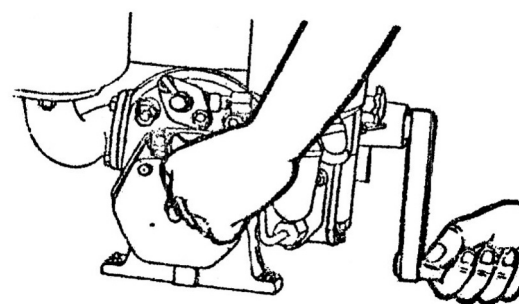

рис. 3
2. Переведите рычаг декомпрессии левой рукой и додержите его, чтобы ввести в действие декомпрессионное устройство. Запустите двигатель, поворачивая правой рукой рукоятку запуска двигателя. Если двигатель начинает «кашлять», ускорьте вращение рукоятки и внезапно отпустите рычаг декомпрессии, продолжая при этом усиленно вращать рукоятку запуска двигателя. После этого двигатель запустится, и будет работать самостоятельно (Рис.3).